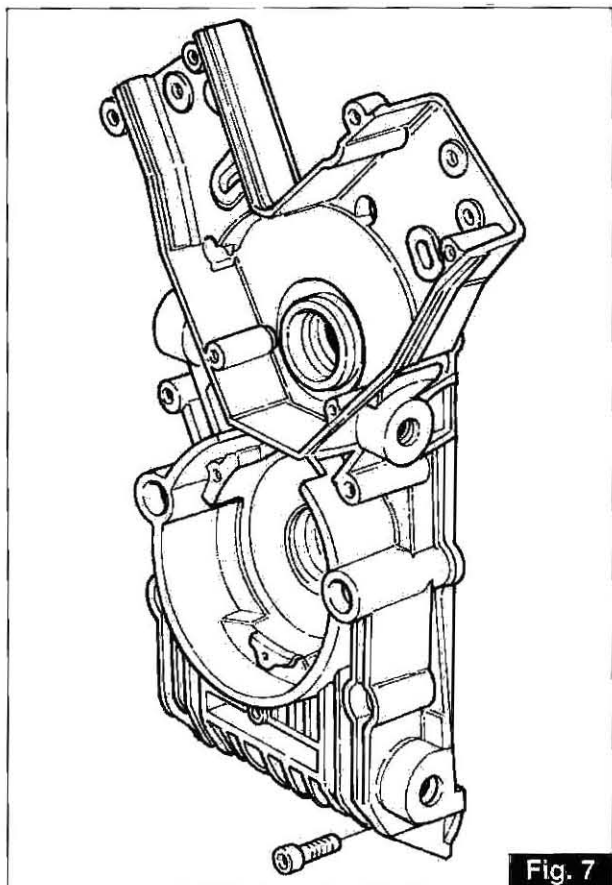

Fig. 7
- Togliere l'alternatore e svitare le viti di tenuta del coperchio distribuzione (fig. 7).
- *Remove the alternator and unscrew the seal screws on the timing side cover (fig.7).*